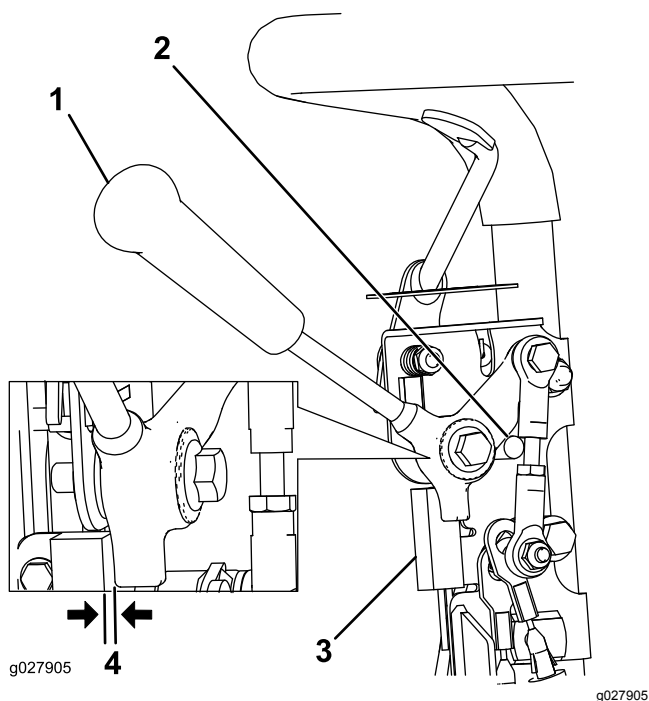

Figura 31
1. Certifique-se de que o motor está desligado e que a alavanca de tração está desengatada e colocada na paragem em ponto morto (Figura 31).
2. Desaperte as juntas de montagem do interruptor de segurança (Figura 31).
3. Coloque uma cunha de 0,8 mm entre a alavanca de tração e o interruptor de segurança (Figura 31).